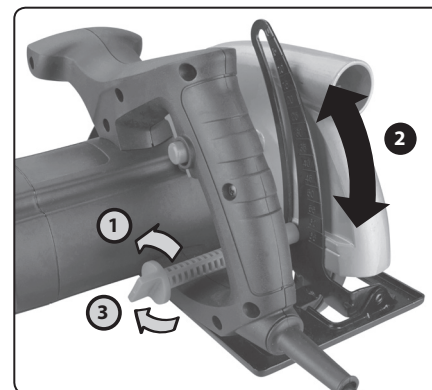

Abb. 3A
- Lockern Sie die Mutter zum Einstellen der Schnitttiefe (Abb. 3A, Schritt 1).
- Heben Sie die Säge von der Grundplatte an je nach gewünschter Schnitttiefe (Abb. 3A, Schritt 2). Die Schnitttiefe kann auf der Skala abgelesen werden, siehe Abb. 1, Pos. 21. Eine grössere Entfernung von der Grundplatte bedeutet eine kleinere Schnitttiefe.
- Sichern Sie danach die Säge in der eingestellten Höhe durch Anziehen der Mutter (Abb. 3A, Schritt 3).